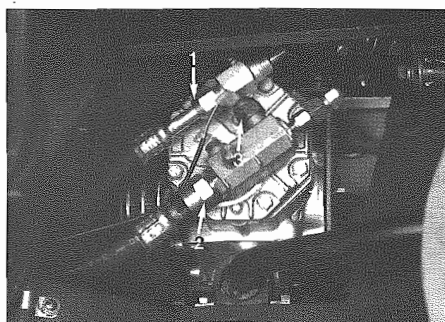

Fig. 1 - 1) Tubo mandata gas - Fluid delivery tube
- Staccare il cavo elettrico sulla valvola di bypass 3 (Fig. 1).
- Disconnect electric cable on bypass valve 3 (Fig. 1).
- Smontare i tubi ingresso gas 1 e di uscita 2 (**Fig. 1**).
- Disassemble inlet 1 and outlet 2 tubes (**Fig. 1**).